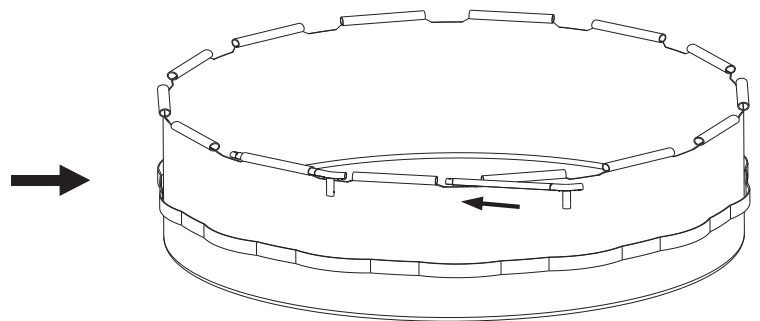

Figure 6
b. Glissez l'ensemble de longeron avec raccord en T suivant dans le manchon à côté du premier ensemble (voir la Figure 6).